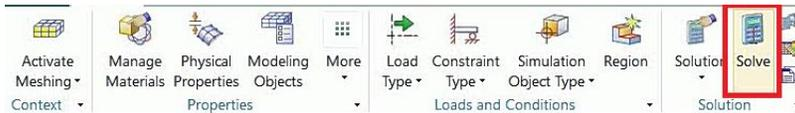

Figura 5.42 Menú, sección Solution.
- En la **ribbon bar**, en la sección **Solution** damos click en **Solve** (Figura 5.42).